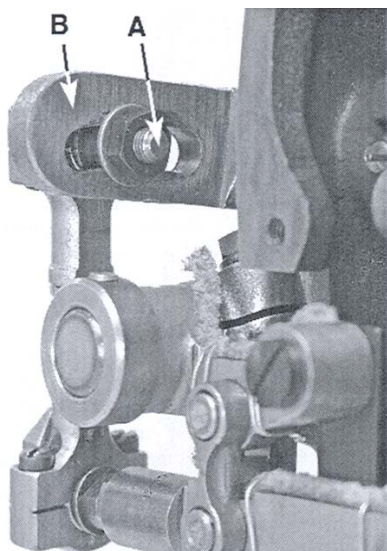

Fig. 7
The bell crank lever ball joint (A, Fig. 7) should be in the center of the upper feed bell crank lever (B). The ball joint may need to be moved slightly to meet sewing conditions.
Die Achse des Kugelgelenkes (A, Fig. 7) sollte in der Mitte des Kulissenhebels (B) sein. Das Kugelgelenk muss eventuell etwas verschoben werden, um den N hanforderungen gerecht zu werden.